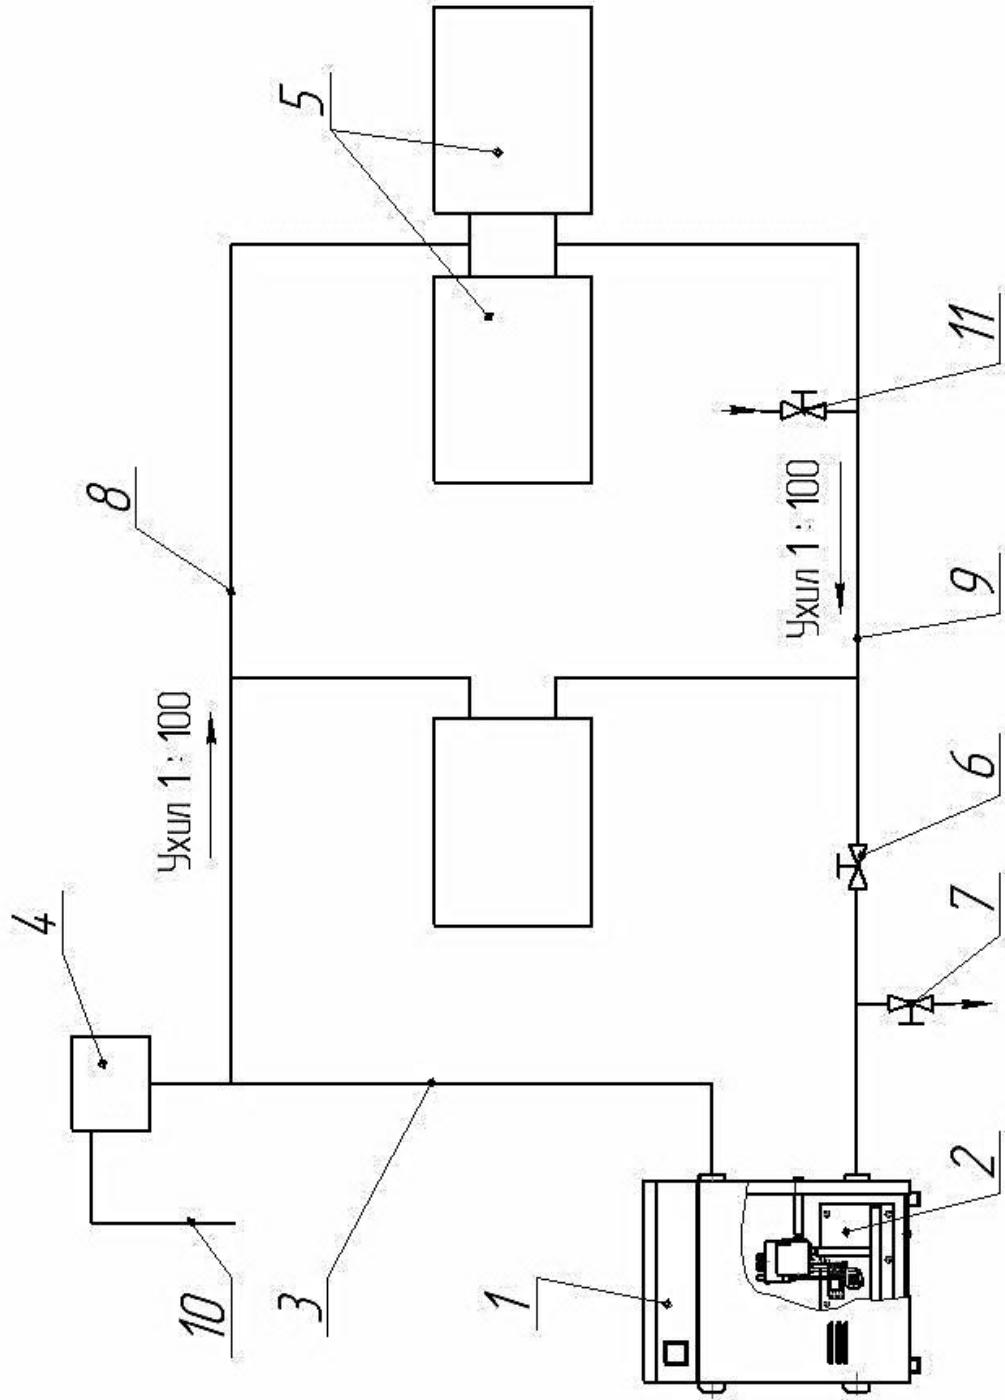

Рисунок 4 – Принципова схема підключення котла КС-Г до системи опалення з природною циркуляцією теплоносія
- перевірити, чи відкритий пробковий кран 6 (рисунок 4);
- за допомогою триходового крана 9 рис. 4а – від'єднати тепломережу;
5.5.1 В системі опалення обов’язкова наявність розширювального бака за-критого або відкритого типу. В системах опалення відкритого типу розширювальний бак 4, згідно з рисунком 4, повинен бути розміщений у найвищій точці системи і встановлений в опалювальному приміщенні. При встановленні розширювального бака в приміщенні, що не опалюється, його необхідно утеплити, щоб уникнути замерзання. Місткість розширювального бака повинна бути менше 5% об’єму води системи опалення. В системах опалення закритого типу, крім розширювального баку 4 (рис. 4а), обов’язково установка манометра 2 та запобіжного клапану10.
Рисунок 4а – Схема підключення котла до опалювальної системи з примусовою циркуляцією теплоносія
8.1.1 Наповнення закритої системи опалення, з примусовою циркуляцією теплоносія, потрібно виконувати за допомогою вентиля 15, згідно з рис. 4а, до появи в системі надлишкового тиску $0,08 \dots 0,1\text{МПа}$ ($0,8 \dots 1\text{кгс/см}^2$) на шкалі манометра 2, при робочій температурі теплоносія. Наявність в закритій системі запобіжного клапана 10 налаштованого на тиск $0,2 \dots 0,25\text{МПа}$ ($2 \dots 2,5\text{кгс/см}^2$) – обов'язкова.